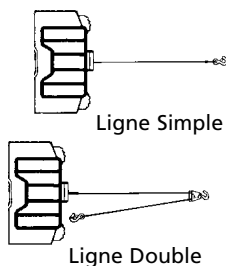

Figure 2
** Toutes les charges sont pour un fonctionnement à câble unique. Le fonctionnement à câble double avec un palan augmente la capacité du treuil approximativement du double. (Voir la Fig. 2.)
1. La capacité de charge de travail maximale se trouve sur la couche de câble métallique située le plus près du tambour. **NE SURCHARGEZ PAS LE TREUIL. N'ESSEYER PAS DES TRACTIONS PROLONGÉES AVEC DES CHARGES LOURDES.** Les surcharges peuvent endommager le treuil et/ou le câble métallique et créer des conditions de fonctionnement dangereuses. **POUR TOUTE CHARGE SUPÉRIEURE À 454 KILOS (1000 LIVRES), NOUS VOUS CONSEILLONS D'UTILISER LE PALAN FACULTATIF AFIN D'AVOIR UNE LIGNE DOUBLE DE CÂBLE MÉTALLIQUE (Fig. 2).** Ceci réduit d'environ 50% la charge sur le treuil et le stress sur le câble métallique. Attachez le crochet à une partie porteuse. **Le moteur du véhicule doit tourner pendant l'opération de treuillage.**